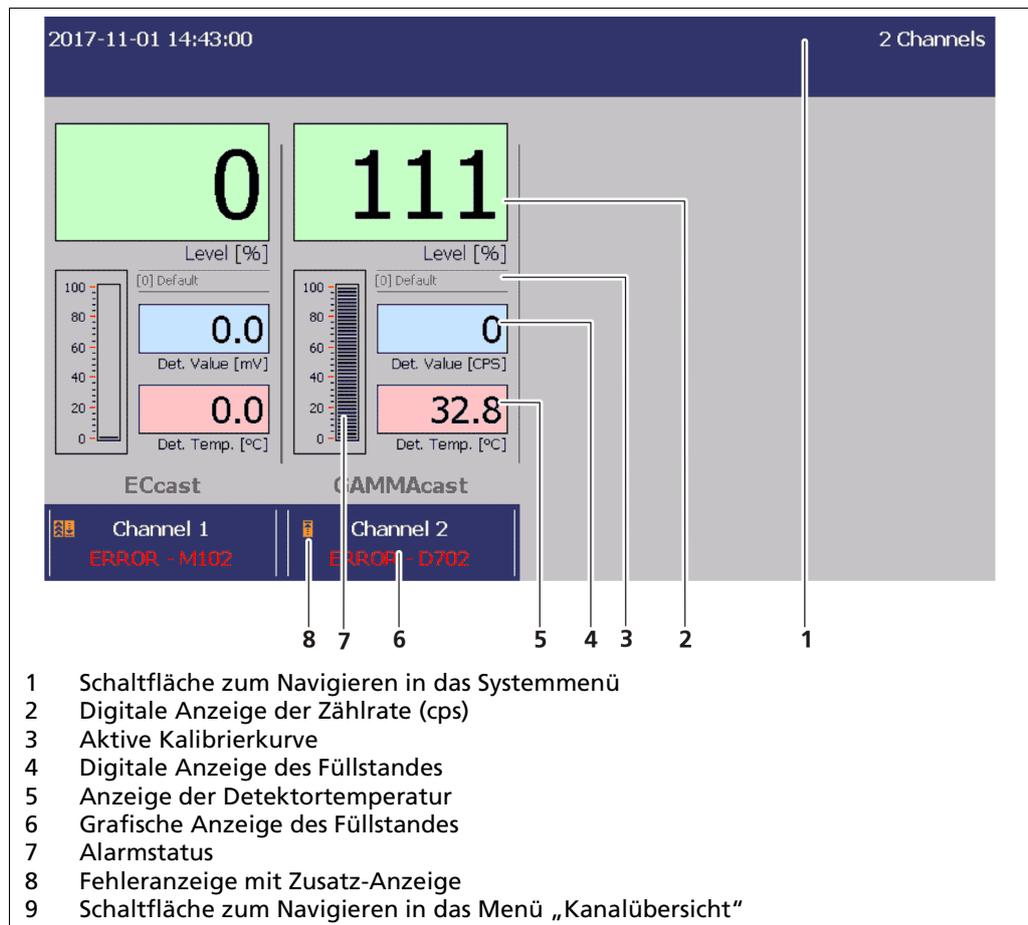

Abb. 15 Standardanzeige der AWE
Wenn das System vollständig geladen ist und läuft, wird die Startseite des Messsystems angezeigt (Abb. 15). Je nachdem, welche Messkanäle installiert sind, variiert die Anzeige im Display. In Abb. 15 sind beispielhaft zwei Messkanäle abgebildet.
Durch Berühren des oberen blauen Balkens (Abb. 15, Pos. 1) gelangen Sie in das Systemmenü (siehe Kap. 6 „Das Systemmenü“). Unter der Anzeige für die Messkanäle gibt es jeweils eine Schaltfläche, die in das zugehörige Menü „Kanalübersicht“ (siehe Kap. 7 Menü „Kanalübersicht“) führt.
Die Positionen 2 bis 9 geben Ihnen auf einen Blick grafische Informationen zum Füllstand (Abb. 15, Pos. 6), der Detektortemperatur (Abb. 15, Pos. 5), dem Füllstand (Abb. 15, Pos. 2) und der Zählrate (Abb. 15, Pos. 4).
Im Falle einer Störung wird die Fehlernummer angezeigt (Abb. 15, Pos. 8). Alle castXpert LB 452 Fehlermeldungen haben die Kennung „M“ und alle LB 67xx Fehlermeldungen haben die Kennung „D“. Darüber hinaus werden folgende Zusatzinformationen angezeigt:
- Bezeichnung des Messkanals (Abb. 15, Pos. 9)
- Bezeichnung der Kalibrierkurve (Abb. 15, Pos. 3)
- Alarmstatus (Abb. 15, Pos. 7)
Um in das Systemmenü zu gelangen, klicken Sie auf den oberen blauen Balken auf der Standardanzeige (Abb. 15, Pos. 1).